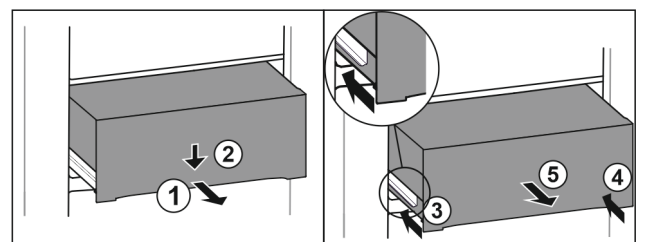

Fig. 106
- Schubfach halb herausziehen. *Fig. 106 (1)*
- Schubfach an der Vorderseite nach unten drücken. *Fig. 106 (2)*
- Linke Schiene etwa 2 cm einschieben. *Fig. 106 (3)*
- Rechte Schiene etwa 2 cm einschieben. *Fig. 106 (4)*
- Schubfach nach vorne entnehmen. *Fig. 106 (5)*